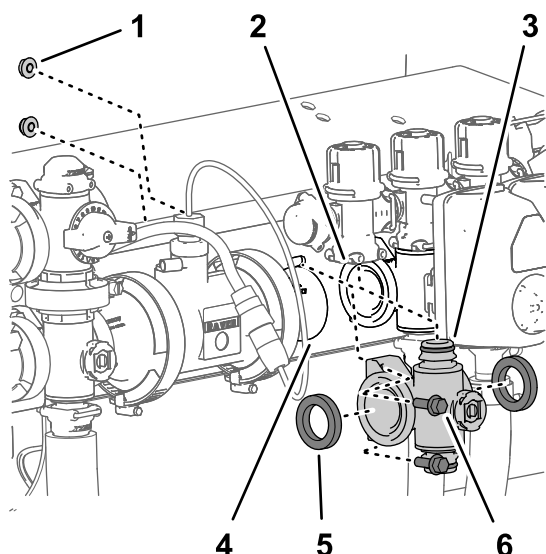

Figure 117
($\frac{1}{4}$ po) qui fixent le collecteur au support de vannes (Figure 117).
5. Baissez le collecteur de vanne de section et les joints pour les séparer de la vanne de dérivation de section et déposez-les de la machine (Figure 117).